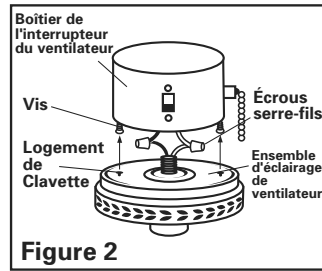
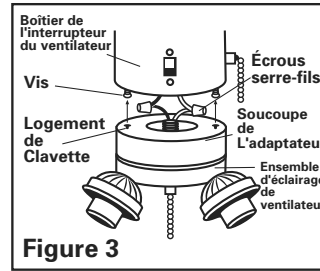

Figure 2
Figure 3
Le logement de clavette correspond aux fentes se trouvant sur l'adaptateur et où sont insérées les vis montées sur le boîtier de l'interrupteur (Voir Figures 2 et 3). Faites ensuite tourner l'adaptateur pour bloquer les vis et ainsi les maintenir en place. Veuillez vous reporter à la section d'instruction intitulée. Montage du logement de clavette.
4. Connecter ces fils à ceux de l'ensemble d'éclairage à l'aide des écrous serre-fils déjà montés (Voir figure 2 ou 3). Fil blanc (gris) au fil blanc et fil bleu (rouge) au fil noir.
6. Bien remettre en place tous les fils dans le boîtier de l'interrupteur du ventilateur. Montez l'ensemble d'éclairage en alignant ses logements de clavette aux deux vis précédemment montées à moitié sur le boîtier de l'interrupteur (Voir la figure 2 pour les ensembles d'éclairage à ampoule unique et la figure 3 pour les ensembles à 3, 4 ou 5 ampoules). Enfoncez les vis afin qu'elles passent au travers des logements de clavette et faites-les tourner afin qu'elles s'engagent dans l'extrémité la plus étroite. Bien serrer les vis pour que l'ensemble d'éclairage ne vibre pas.